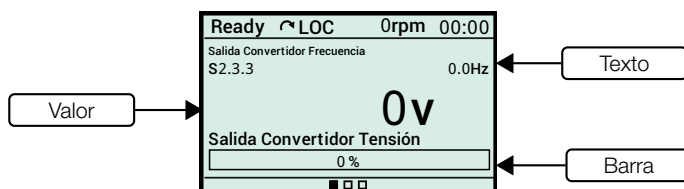

Figura 4.11: Visualización en Línea
- **Línea:** en una línea es posible exhibir una variable de lectura en el formato **texto, valor o barra**. La Figura 4.11 presenta un ejemplo con los 3 formatos.